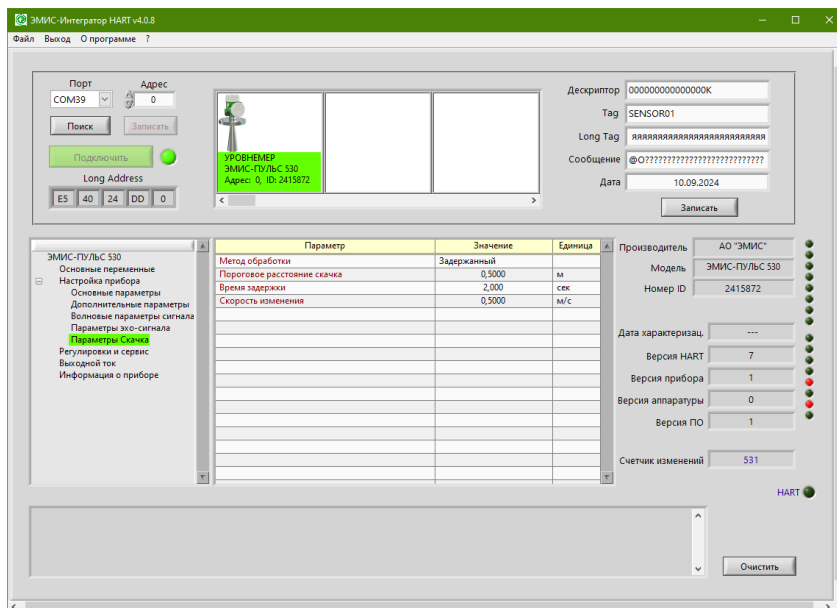

Рисунок 2.13 – Настройки реакции уровнемера на резком изменении уровня
2.5 Параметры Скачка (рисунок 2.13).